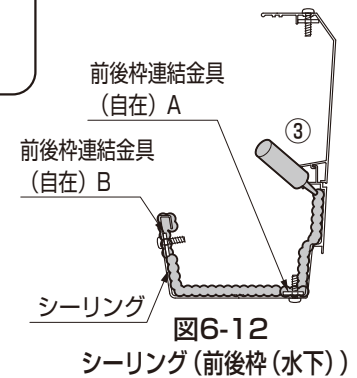

図6-12
- ③ 前後枿 (水下) の樋の接続部および前後枿連結金具の周りにシーリングをしてください。(図6-12参照)
- 前後枿 (水下) の場合は、前後枿の継ぎ目にもシーリングをしてください。(図6-12参照)